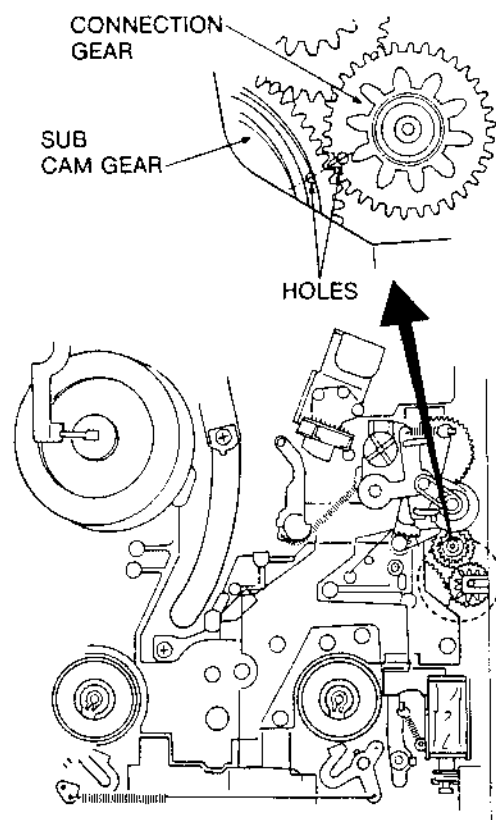

Fig.4-10
- Das Verbindungszahnrad so montieren, daß das kleine Loch im Verbindungszahnrad genau auf einer Linie mit dem kleinen Loch im unteren Nockenahnrads liegt, siehe Fig. 4-10.